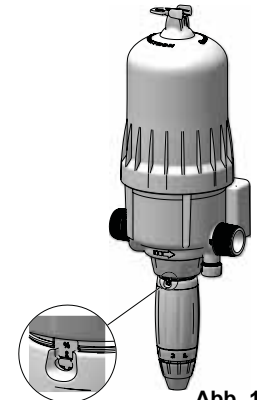

Abb. 17
- Die Kontermutter der Dosierung wieder festdrehen (**Abb. 17**).